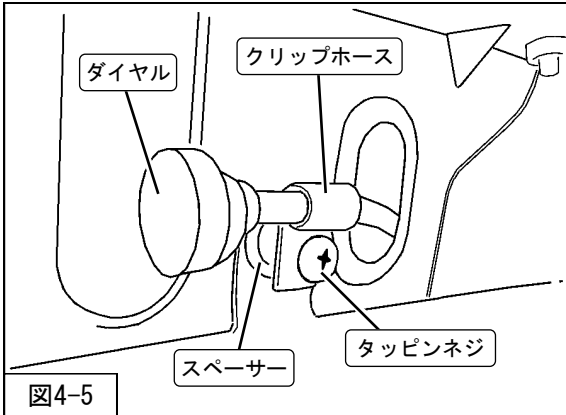
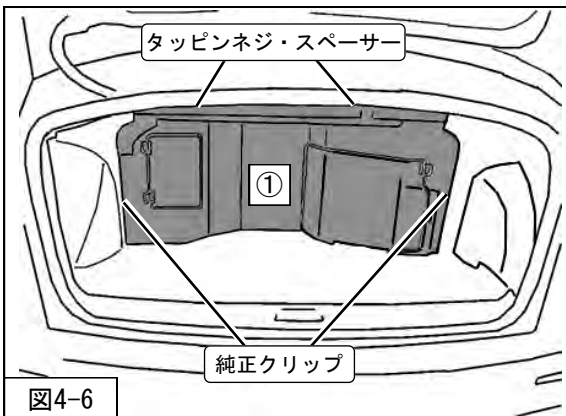

図4-5
図4-6
- アウターケースにクリップホース(同梱品)を取付けてください。(図4-5)
- アウターケースにダイヤルを取付け、スクリュで固定してください。スクリュの締付けは六角レンチ(1.5mm・同梱品)を使用してください。(図4-5)
①トランク内装
を車両に取付けてください。(図4-5・図4-6)